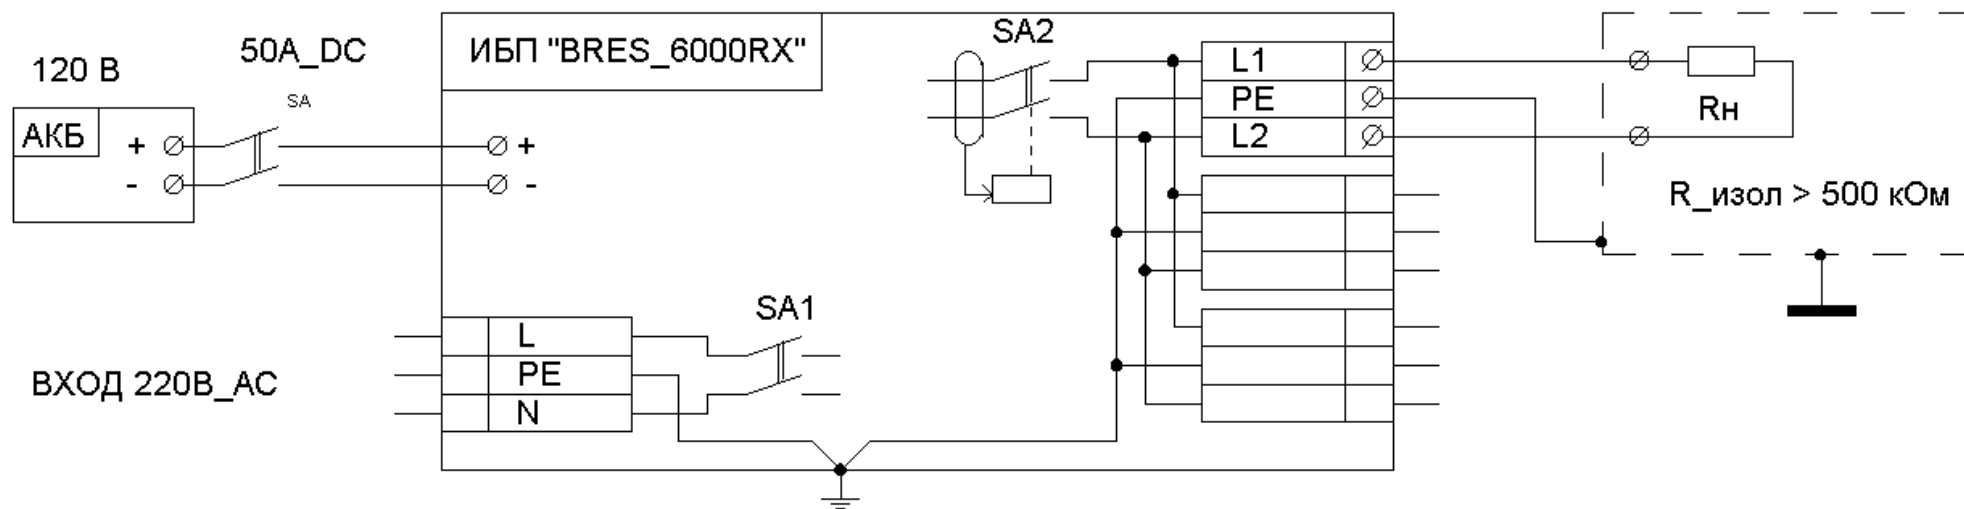

Рис.3. Подключение нагрузки к выходу ИБП
8.1. Подключение нагрузки к выходу ИБП должно соответствовать системе защиты в электроустановках класса IT (см. рис.3), т.е. нагрузка подключенная к ИБП должна быть изолирована от земли или связана с ней посредством подключения к нейтрали достаточно большого сопротивления.
Скорее всего в процессе подключения у Вас произошло объединение одного из выходов ИБП (L1 или L2 на рис. 3) с общим «Нулем» сети вашего объекта (дома, офиса) в процессе подключения.